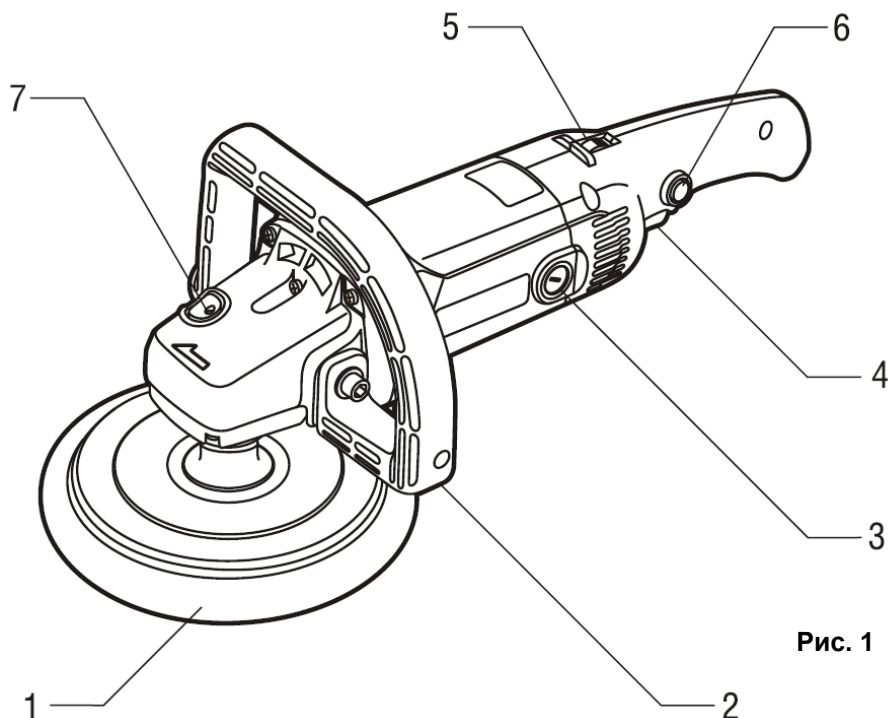

Рис. 1
- При установке или удалении полировальной насадки, нажмите на фиксатор вала (7)(См. Рис.1), чтобы предотвратить вращение вала.
- **Чтобы включить машину:** нажмите на кнопку блокировки пуска (6)(См. Рис.1).
- При нажатой кнопке блокировки, нажмите пусковую клавишу (4)(См. Рис.1).
- **Для выключения:** отпустите пусковую клавишу (4)(См. Рис.1).
- Используйте отвертку для снятия крышек щеткодержателей (3)(См. Рис.1). Извлеките изношенные угольные щетки, вставьте новые и закрутите крышки щеткодержателей обратно.